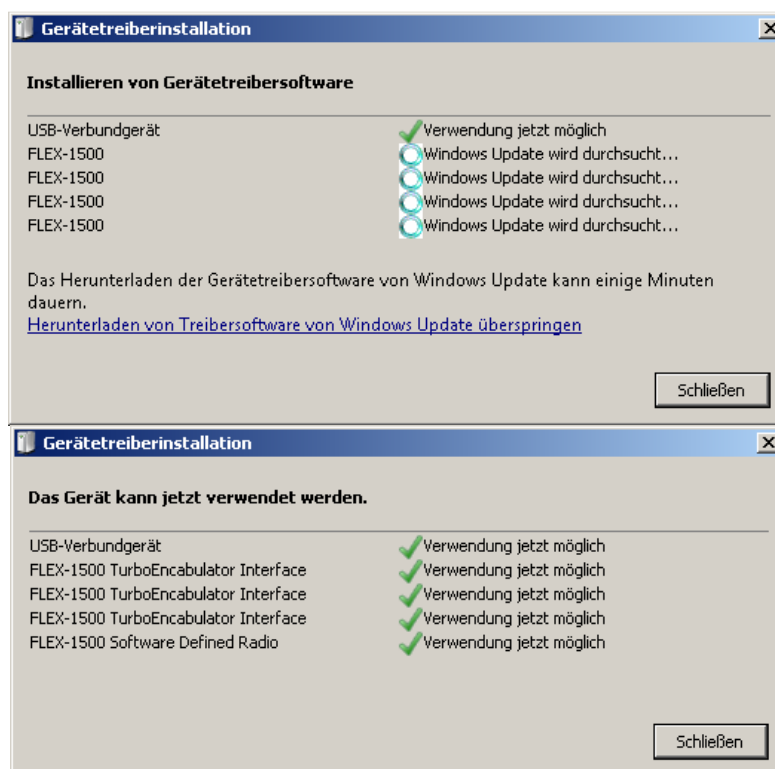

Abbildung 16: Gerätetreiberinstallation in Windows Vista/Windows 7
- F Wenn Sie dies mitverfolgen möchten, öffnen Sie ein Fenster *Geräteinstallation* (Abbildung 16) per Doppelklick auf das Installationssymbol in der Systemleiste am unteren Bildschirmrand.